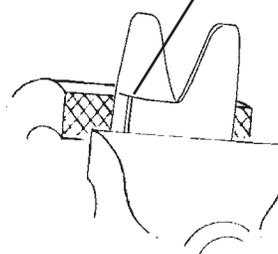

Figure 4-1. Installation et fonctionnement des protecteurs en acier de l'écran thermique
4.1 PROTECTEURS EN ACIER DE L'ÉCRAN THERMIQUE (VOIR LA FIGURE 4-1)